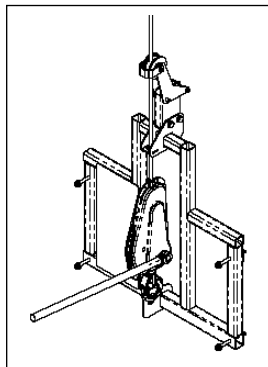

Figura 10. Anclaje del aparato de elevación a la lira
- Fijar los aparatos a la pletina taladrada fijada al travesaño inferior de la lira extrema. La palanca se coloca por el lado interior de la plataforma. Los anticaídas se montarán en las liras extremas orientados hacia el interior de la plataforma. Ver Figura 10.